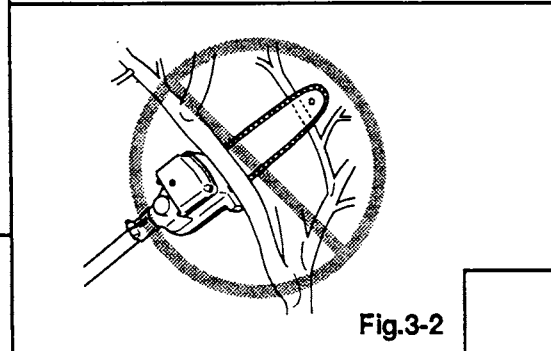

Fig.3-2
- Look out for branch immediately behind the branch being cut. If blade hits rear branch damage to blade may occur. (Fig. 3-2)
- Faites attention à la branche directement derrière de la branche qui est en train d'être coupée. Si la lame frappe la branche de derrière, il se peut que la lame devienne avariée. (Fig.3-2)